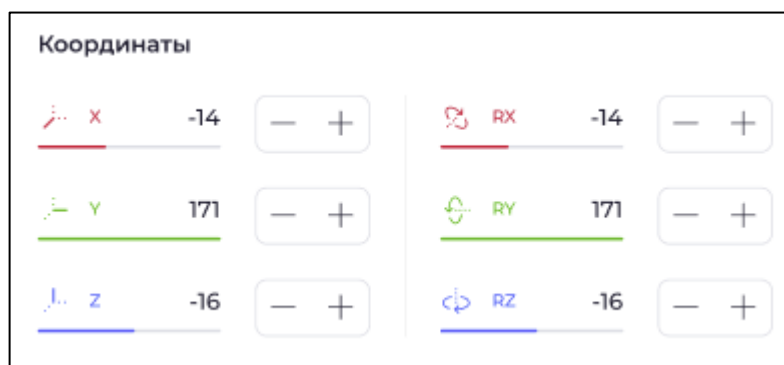

Рисунок II-6 – Область «Координаты»
3. Область «Координаты» – управление манипулятором в трехмерной системе координат и управление движением сферически вокруг ЦТИ (см. Рисунок II-6).